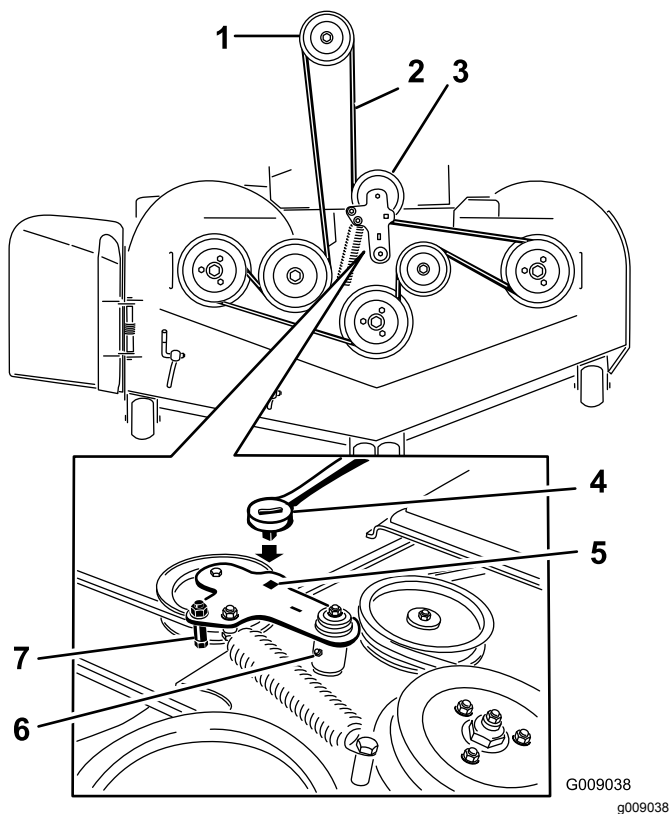

Figura 86
5. Utilice una llave de carraca en el taladro cuadrado del brazo tensor para aliviar la tensión del muelle tensor (Figura 86).
7. Instale la guía de la correa en el brazo tensor tensado con muelle (Figura 86).
9. Pase la correa nueva alrededor de las poleas del cortacésped y de la polea del embrague, debajo del motor (Figura 86).
10. Instale la guía de la correa en el brazo tensor (Figura 86).
11. Utilizando la llave de carraca en el taladro cuadrado, instale el muelle tensor (Figura 86).